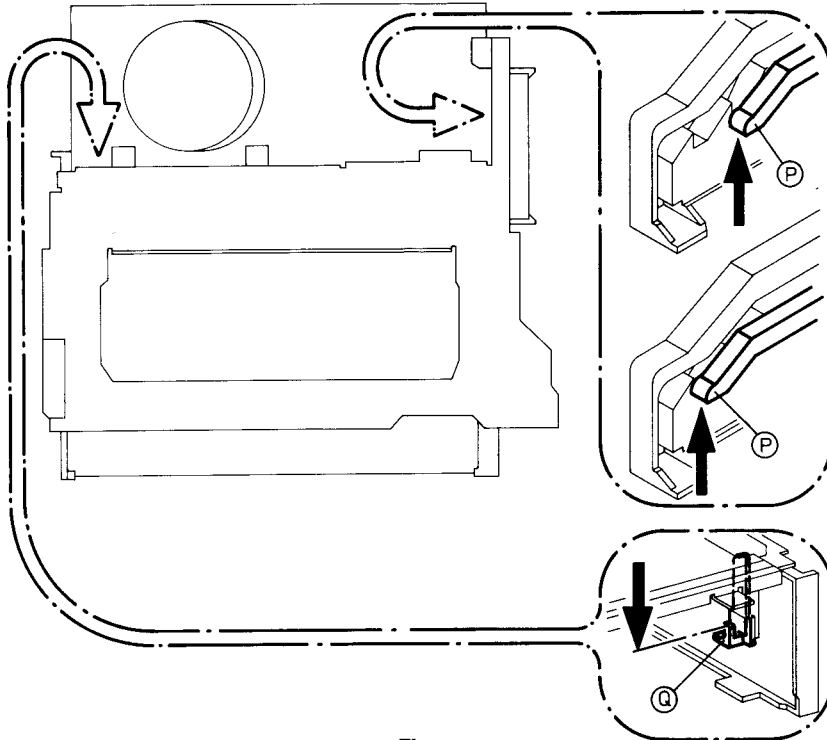

Fig. 1
- Riemenscheibe (137) ca. 3 Umdrehungen im Uhrzeigersinn drehen.
- Sicherungshebel (P) ausrasten (Fig. 1).
- Riemenscheibe (137) um eine Umdrehung weiterdrehen.
- Hebel (Q) nach unten drücken und Sicherungshebel (P) erneut ausrasten.
- Cassettenschacht durch Weiterdrehen der Riemenscheibe (137) vollständig absenken
- Rotate the drive belt pulley (137) approx. 3 revolutions in the clockwise direction.
- Release the locking lever (P) (Fig. 1).
- Rotate the drive belt pulley (137) by one more revolution.
- Push the lever (Q) down and release the locking lever (P) once again.
- Lower the cassette compartment fully by rotating the drive belt pulley (137) further in a clockwise direction.